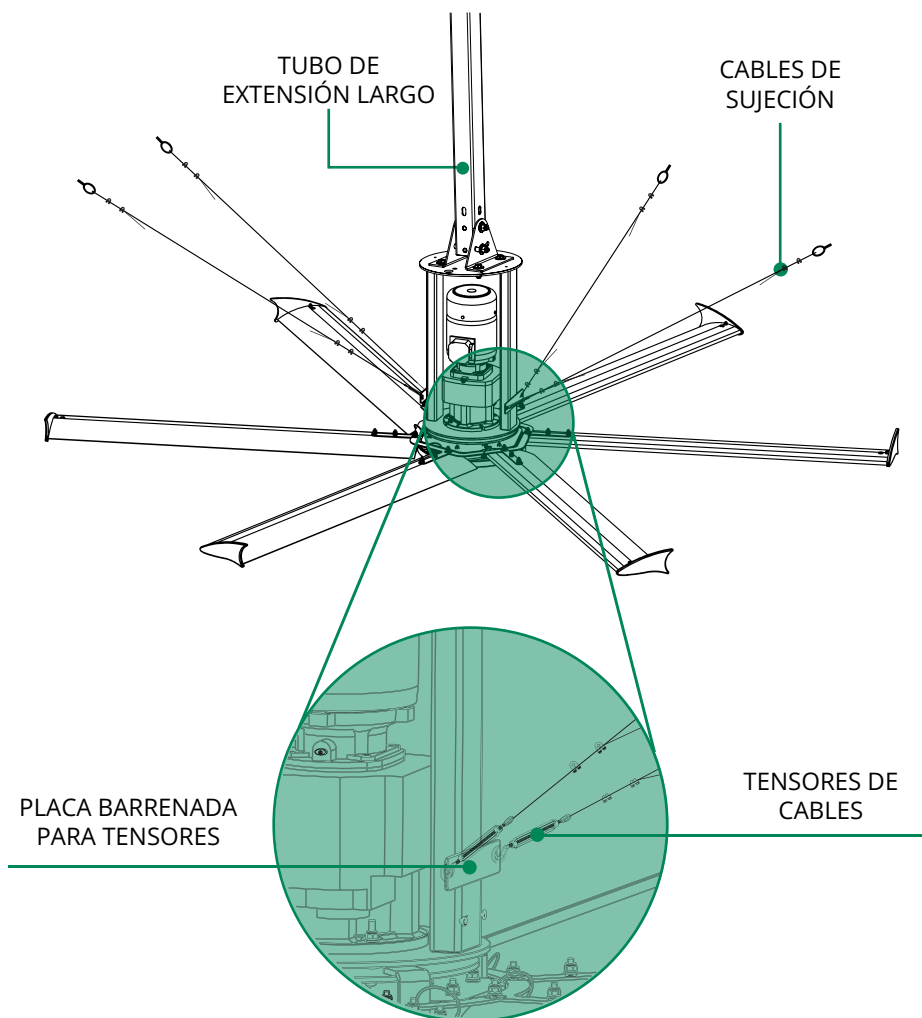

Fig 17.3
17.3 Pasar el cable a través del ojillo del tensor y asegurarlo usando 2 nudos de sujeción y asegurar el gancho del tensor al barreno en la placa que se encuentra en el bastidor. fig. 17.3